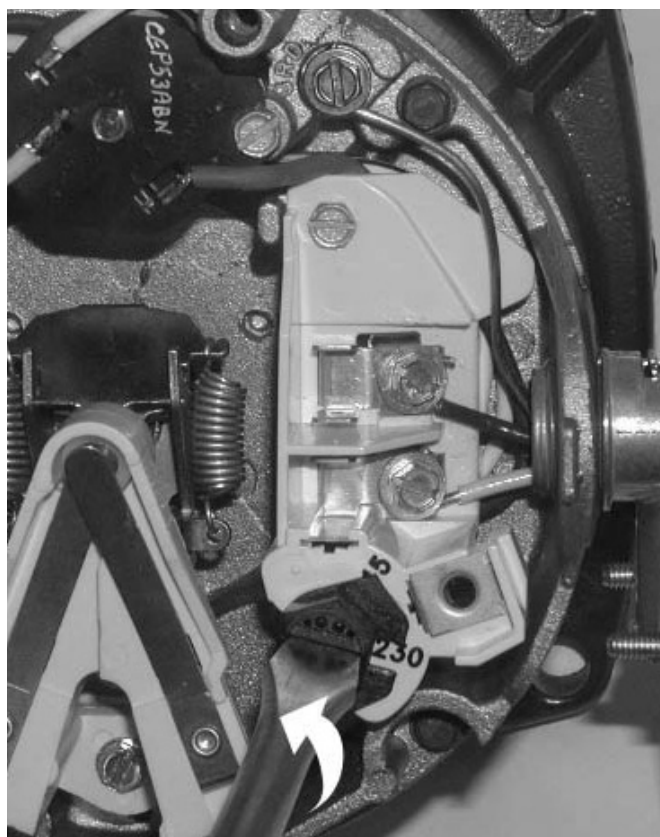

Figure 3 – Modification au réglage de la tension
- 7 ° Brancher les conducteurs transporteurs de courant sur les bornes L1 et L2 qui se trouvent sous le carter du moteur. Lorsque l'on remplace le moteur, comparer le schéma de câblage de la plaque signalétique par rapport à la Figure 3. Si le schéma de câblage du moteur ne correspond pas au schéma de la Figure 3, suivre le schéma de câblage du moteur.
**IMPORTANT :** Les modèles monophasés fonctionnant sur le 115/230 volts sont expédiés de l'usine câblés pour fonctionner sur le 230 volts. Si le courant d'alimentation est de 115 volts, déposer le carter du moteur et rebrancher le moteur comme il est illustré à la Figure 3. Ne pas essayer de faire fonctionner un moteur comme il est reçu sur le courant de 115 volts.